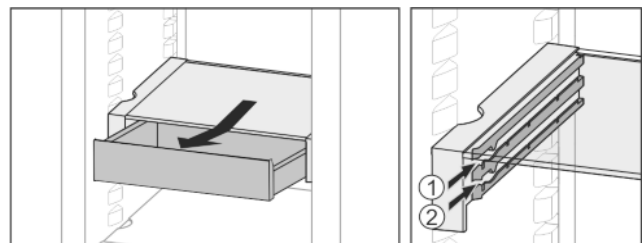

Fig. 24
- ▶ Op een willekeurige hoogte Fig. 24 (1) of Fig. 24 (2) erin schuiven.